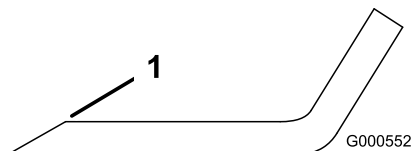

図 61
1. ブレードは、左右の刃先をやすりで磨く 図 61。
注 もし傾くようなら、重い方の裏面を少し削って調整する 図 61。